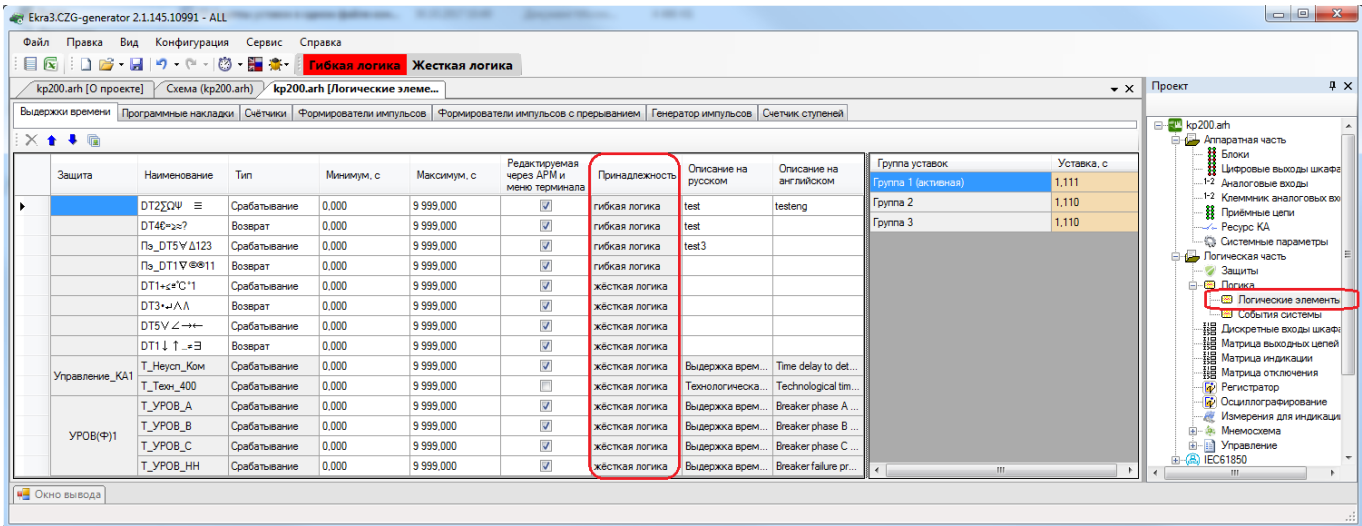

Рисунок 4.25
4.6.1 Выбрать пункт **Логические элементы**, дважды нажав левую кнопку мыши на соответствующий пункт в «дереве» проекта. Откроется окно **Логические элементы** (см. рисунок 4.25).